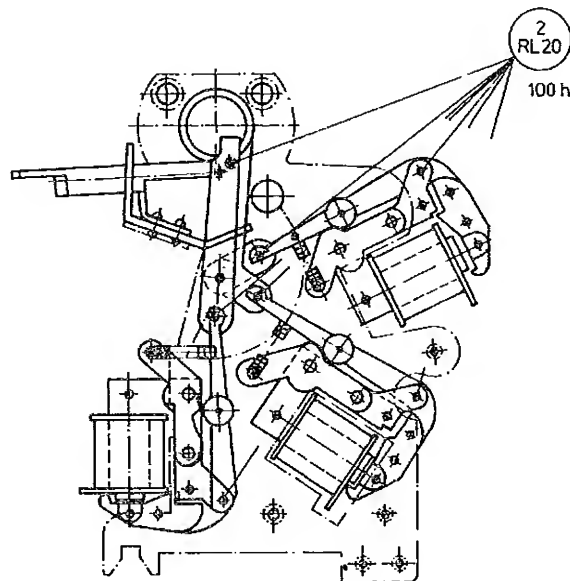

Bild 19 Schmierstellen am Magnetanker
- Lager der Magnetanker (Bild 19).